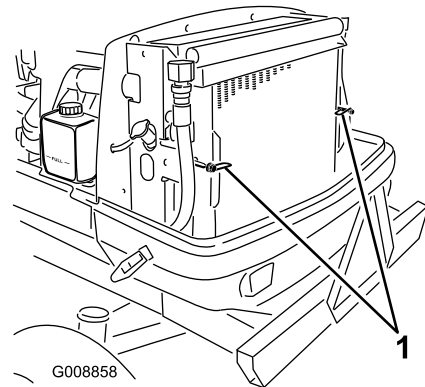

Bild 78
2. Drehen Sie die Riegel (Bild 78), mit denen der Ölkühler am Rahmen befestigt ist.